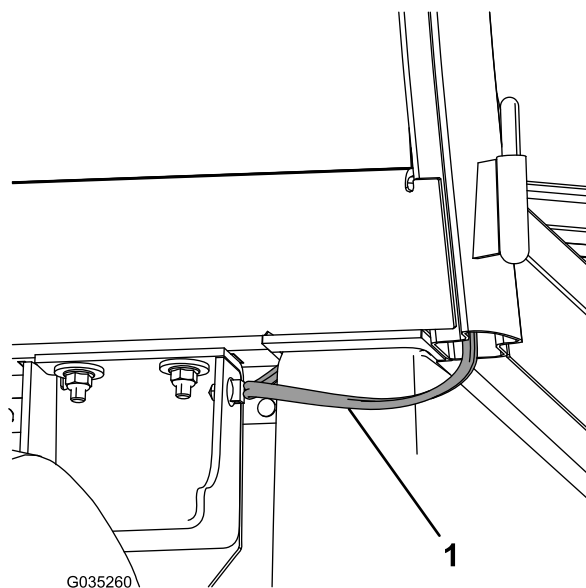

Figura 19
4. Disponete il cablaggio preassemblato dietro la cabina e sotto il sedile e fissate il fermo sul cablaggio preassemblato al pannello laterale (Figura 19).
3. Disponete il cablaggio preassemblato dietro la cabina e sotto il sedile e fissate il fermo sul cablaggio preassemblato al pannello laterale (Figura 19).